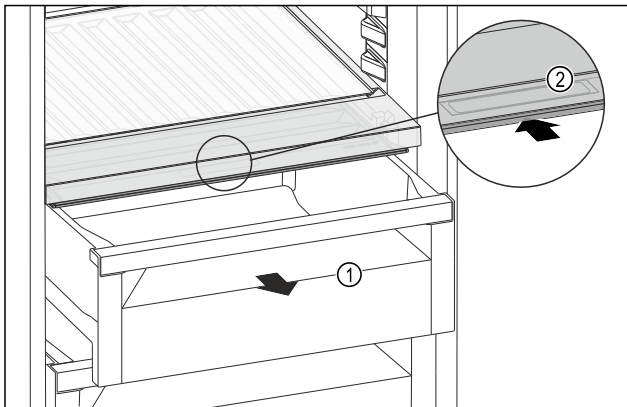

Fig. 121
- ▶ Schubfach Fig. 121 (1) herausziehen.
- ▶ Griffmulde Fig. 121 (2) am Fachdeckel anfassen und Fachdeckel gleichzeitig nach hinten schieben.